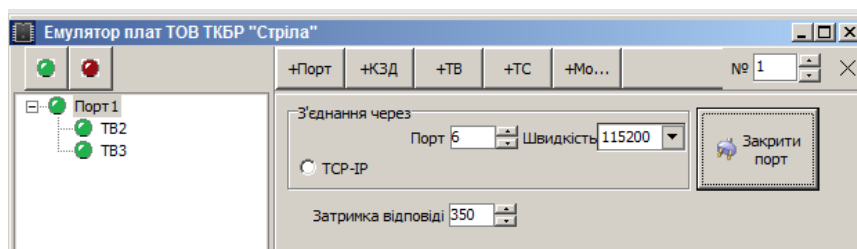

Рисунок 12. Вікно налаштування після встановлення параметрів
4. Даліше необхідно встановити значення порту №6 (Порт 6), яке відповідає системним налаштуванням автоматизованого робочого місця та виставити значення швидкості обміну між обладнанням 115200 (Швидкість 115200) і натиснути піктограму  для активізації фізичного порту автоматизованого робочого місця. Після відкриття порту потрібно підключити дві віртуальні плати телевімірювання – два рази натиснути піктограму . В даній лабораторній роботі фізична плата (ТВ1) використовується для зв'язку обладнання контрольованого пункту (КП) з навчальним тренажером, який виступає в ролі диспетчерського пункту (ДП) або пункту управління (ПУ). При правильно виконаному налаштуванні індикатори порту і плати мають мати зелений колір (рис. 12).